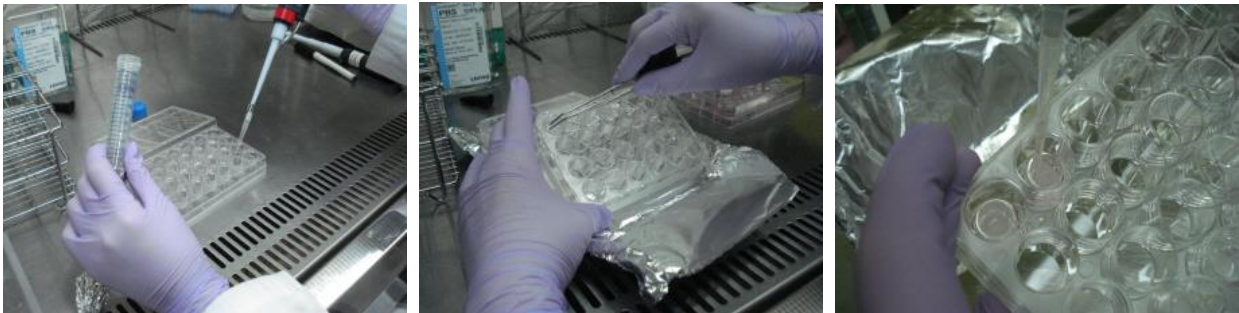

Figure 13. WST-1 용액 처리 과정
- 2) Well 마다 WST-1 용액(1:25 희석) 200 μl 씩 분주한 24 well plate에 조직을 옮긴 후, WST-1 용액 100 μl 를 조직 내부에 처리한다 (Fig. 13).